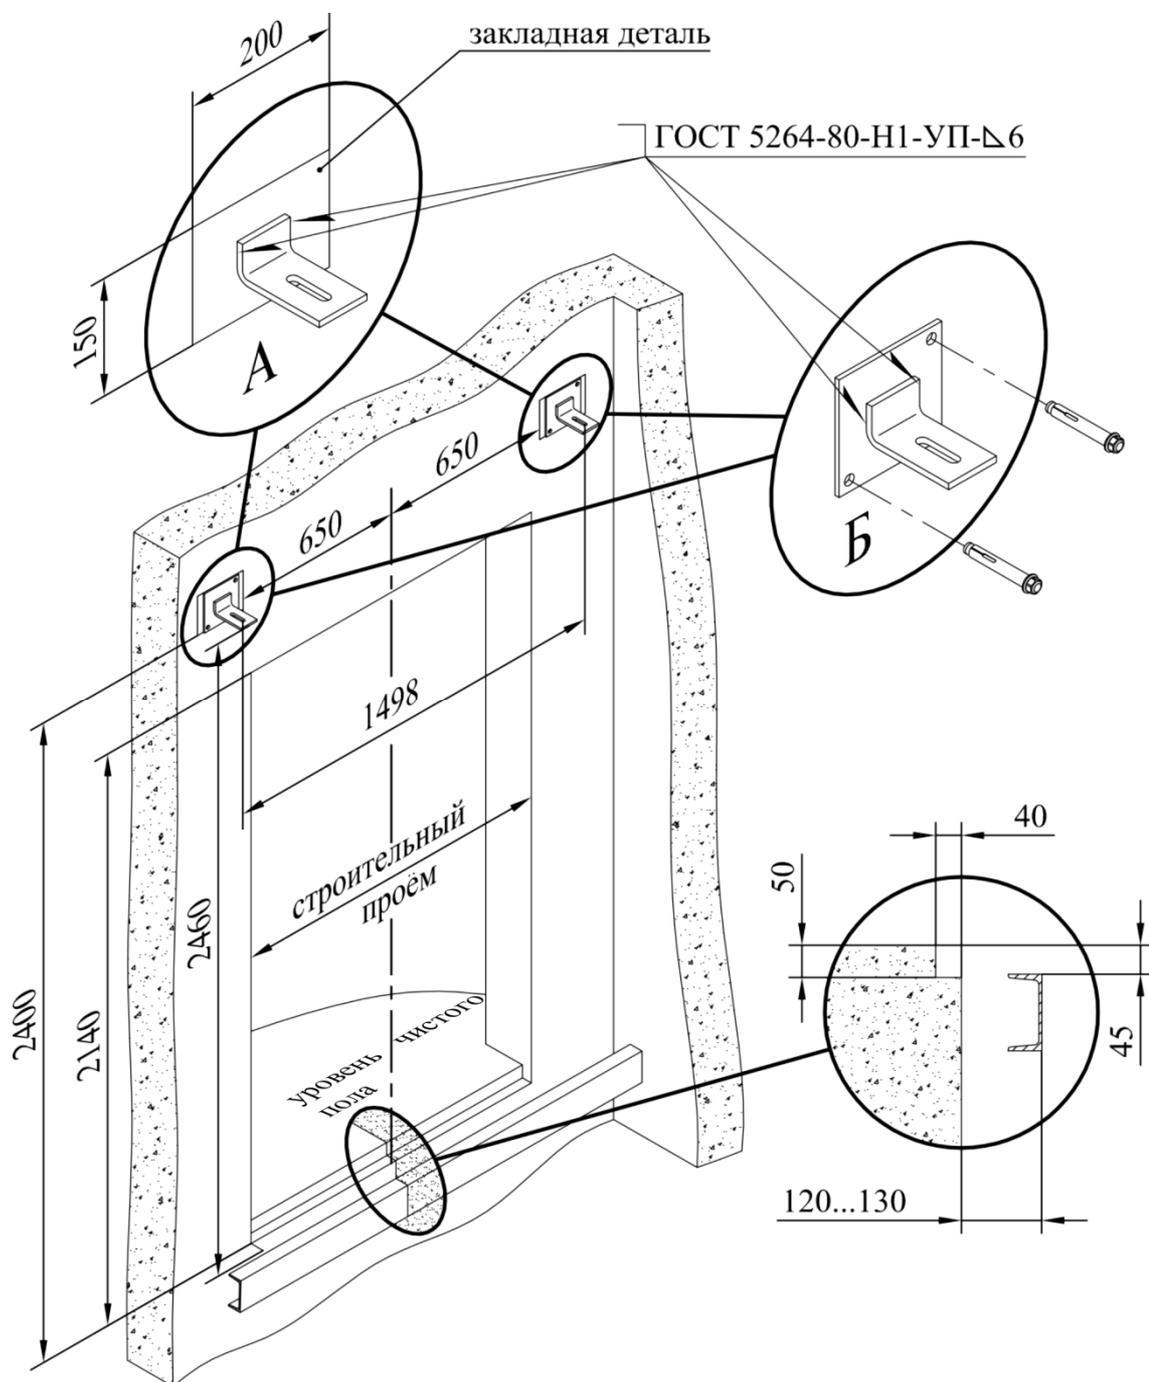

Рисунок 1 – Установка крепёжных уголков в шахте
- приваркой уголков к закладным деталям (см. рисунок 1, А);
- установкой пластин на дюбеля (анкерные болты) с резьбой М12 и приваркой уголков к пластинам (см. рисунок 1, Б).